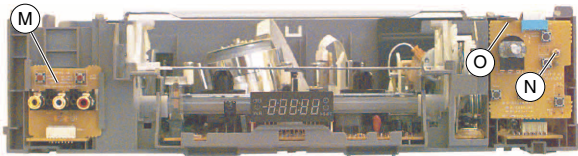

Fig. 7
- linke Bedieneinheit (M) (Fig. 7) nach oben herausziehen.
- Schraube (N) (Fig. 7) herausdrehen.
- Rastnase (O) (Fig. 7) lösen und rechte Bedieneinheit abnehmen.
- Remove the left control unit (M) (Fig. 7) in upward direction.
- Undo the screw (N) (Fig. 7).
- Release the locking lug (O) (Fig. 7) then remove the right control unit.